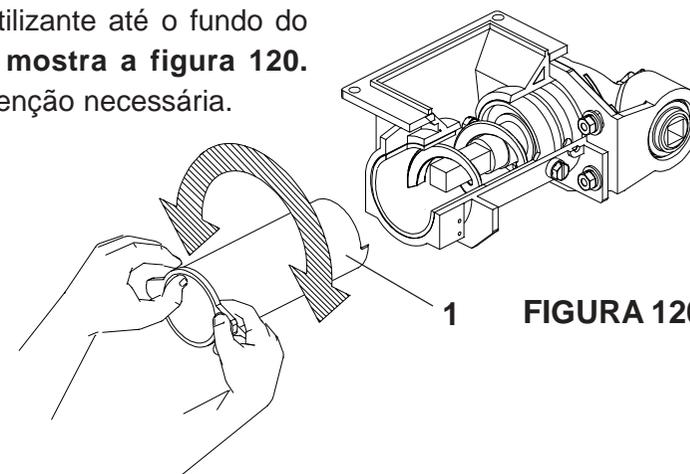

FIGURA 120
Em seguida, introduza o tubo de manutenção (1) em movimentos giratórios, promovendo o deslocamento do fertilizante até o fundo do dosador, **conforme mostra a figura 120.** Depois faça a manutenção necessária.